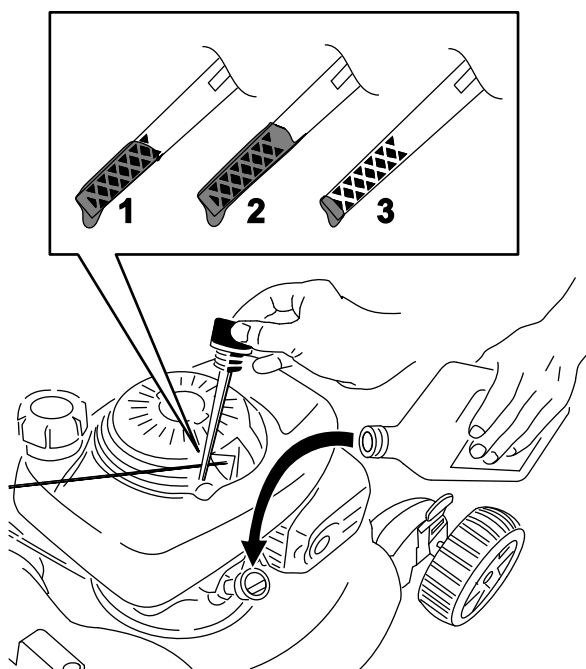

Figure 19
3. Tournez le bouchon dans le sens antihoraire et sortez la jauge (Figure 19).
4. Inclinez la machine sur le côté (filtre à air en haut) pour vidanger l'huile usagée par le tube de remplissage (Figure 19).
10. Vérifiez le niveau d'huile indiqué par la jauge (Figure 19).